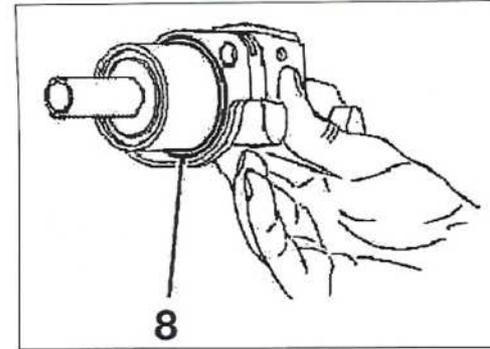

FIG.14
- Sustituir sistemáticamente la junta (8) (Fig.14).